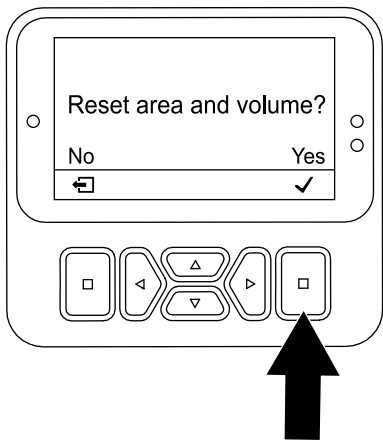

Figura 101
5. În ecranul RESET AREA AND VOLUME (Resetare zonă i volum), apăsai butonul de selectare (Figura 101).